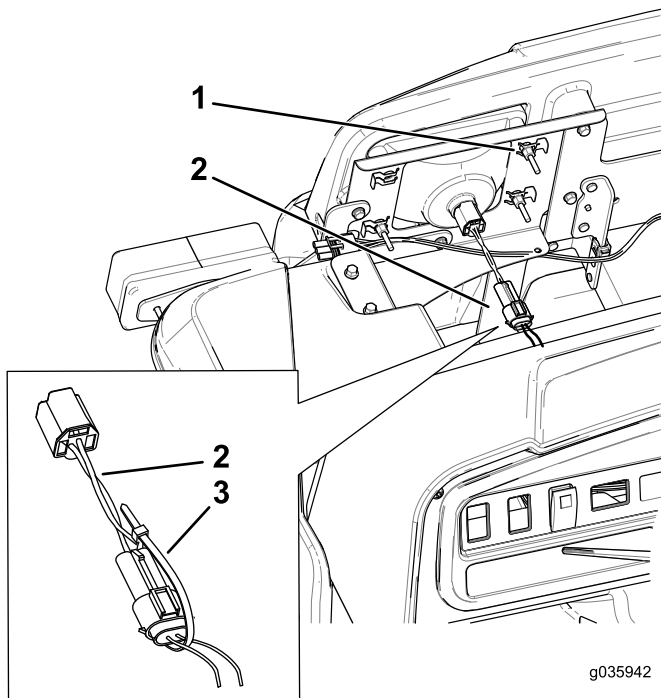

Figura 3
4. Sujete el conector eléctrico del adaptador del faro al conector eléctrico del arnés de cables de la máquina con las bridas (Figura 3).